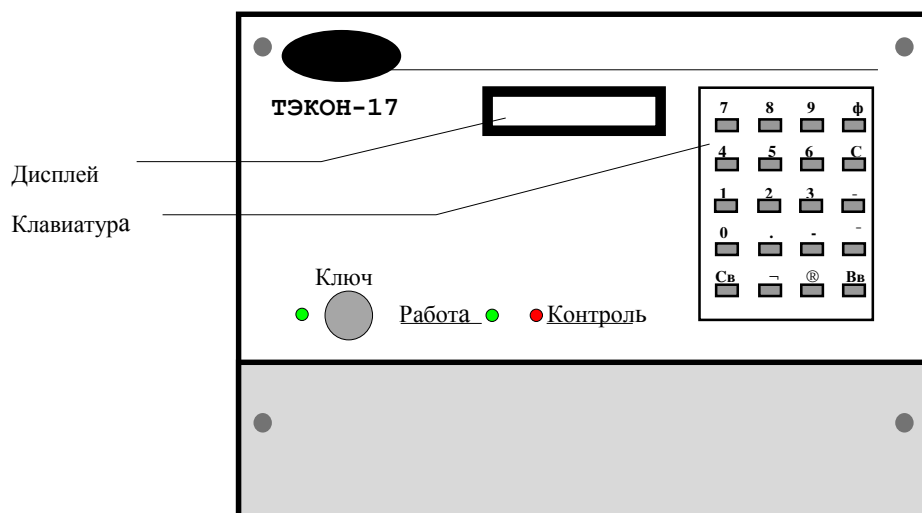

Рисунок 2.1 – ТЭКОН-17 с клавиатурой и цифробуквенным ЖКИ индикатором
2.3.1.1 Конструктивно ТЭКОН-17 выполнен в виде металлического блока (рисунок 2.1), разделенного на два отделения: функциональное и монтажное. Каждое отделение закрывается отдельной лицевой панелью (крышкой).